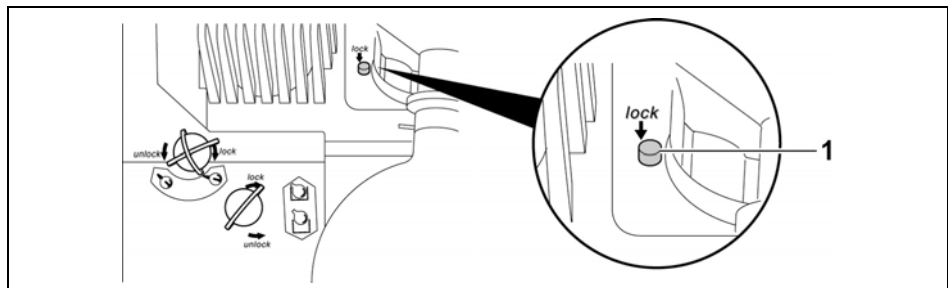

Figura 4-6: Pulsante di bloccaggio
3. Tenere premuto il pulsante di bloccaggio (Figura 4-6 (1)).
8. Tenere premuto il pulsante di bloccaggio (Figura 4-6 (1)).